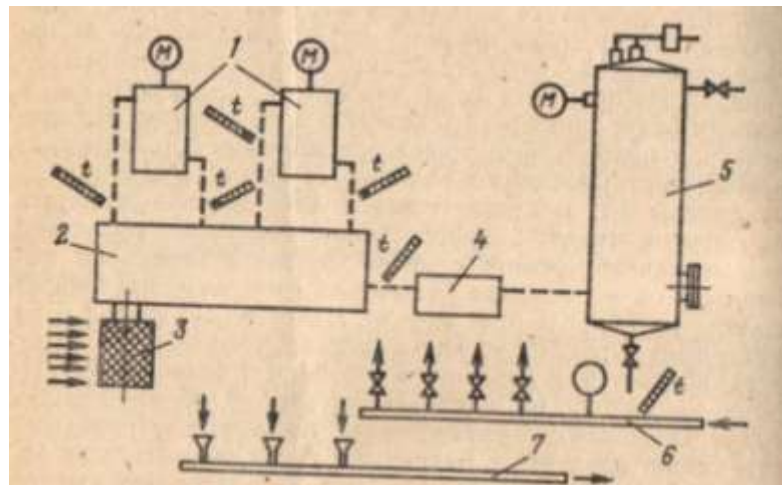

Рисунок 4 - Схема блока компрессорной установки: 1-охладитель; 2-компрессор; 3-фильтр; 4-маслоуловитель; 5-ресивер; 6,7-коллекторы холодной и сбросной воды
На рис. 4 дана схема компрессорной установки. Основным оборудованием установки является компрессор с двигателем, маслоотделитель, охладители и ресивер (воздушный баллон).
1. Выполнить чертеж пневматической схемы рис.4 и проставить буквенно-цифровое обозначение.